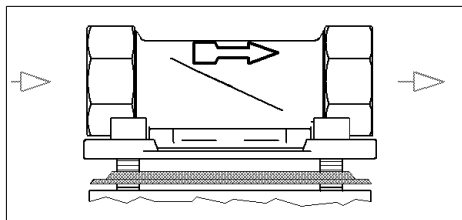

Abb. 6: Fließrichtung
**Fließrichtung beachten (siehe Abb. 6)!**